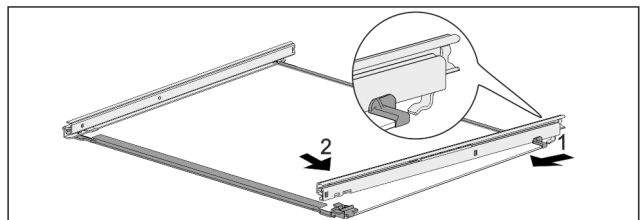

Fig. 187 Glasplatte mit Schienen
- ▶ Schiene hinten einhängen. Fig. 187 (1)
- ▶ Schiene vorne einrasten. Fig. 187 (2)